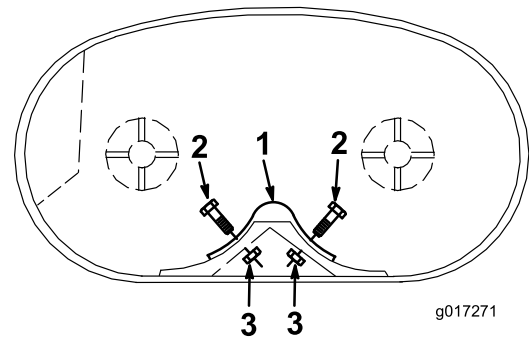

Figure 1
4. Centrez le déflecteur arrière comme illustré à la Figure 1. Posez le déflecteur arrière sur le plateau de coupe avec 2 boulons (1/4 x 3/4") et 2 contre-écrous (1/4 pouce).